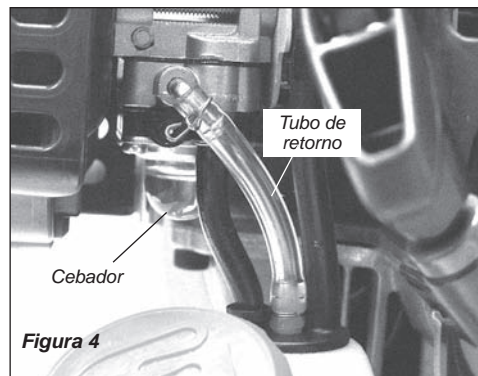

Figura 4
2. Presione el cebador hasta que vea fluir combustible por el tubo de retorno transparente. Ver la Figura 4.